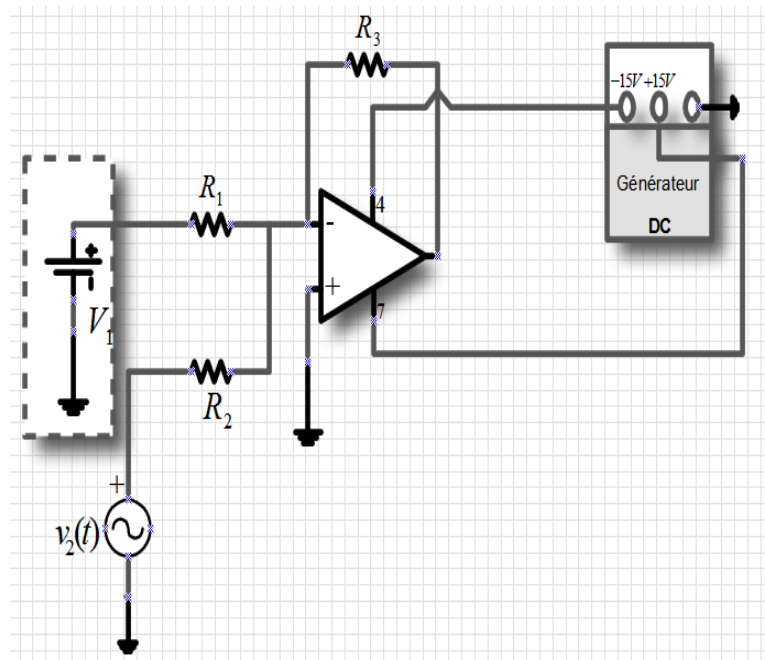

FIG. 10 – Sommateur Inverseur
1. Réaliser le montage sommateur de la figure 10. La source v_2 est une tension sinusoïdale délivrée par le GBF¹, de valeur moyenne nulle, d'amplitude $0.5V$ et de fréquence $1kHz$. La source V_1 est une source DC de valeur $15V$. On prendra pour résistances : $R_1 = 1k\Omega$, $R_2 = 220\Omega$, $R_3 = 100\Omega$.